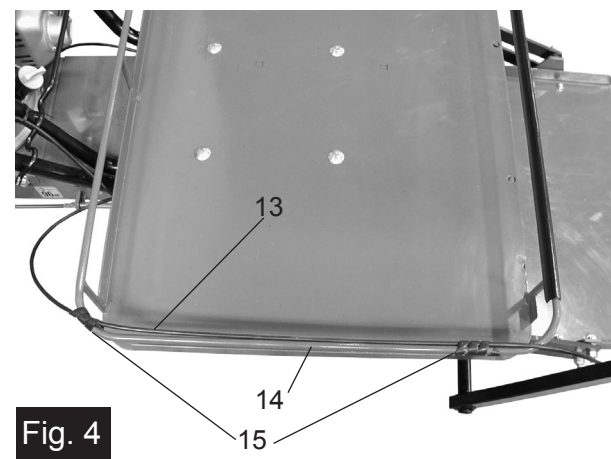

Fig. 4
FISSAGGIO FILO CRICCHETTO (Fig. 4) Prelevare dalla busta trasparente i due pezzi di nastro a spirale (15) e fissare la trasmissione cricchetto (13) al tondo della piattaforma (14).
PAWL-WIRE FIXING (Fig. 4) : take out from the plastic envelope the 2 pieces of spiral-band (15) and fix the pawl transmission-wire (13) to the platform iron rod (14) .
FIXAGE DU FIL CLIQUET : (fig. 4) prélever du sachet transparent les deux pièces de bande à spirales (15) et fixer la transmission cliquet (13) à la coupelle de la plate forme (14).
MONTAGE DES BOWDENZUG DER AUSHEBEVORRICHTUNG (Bild 4): Der Bowdenzug (13) wird mit den zwei mitgelieferten Kunststoffbändern(15) an dem Rundeisengeländer der plattform(14) befestigt.
FIJACIÓN CABLE TRINQUETE: (fig. 4): coger del sobre transparente las dos bandas de espiral (15) y fijar la transmisión de trinquete (13) a la plataforma.